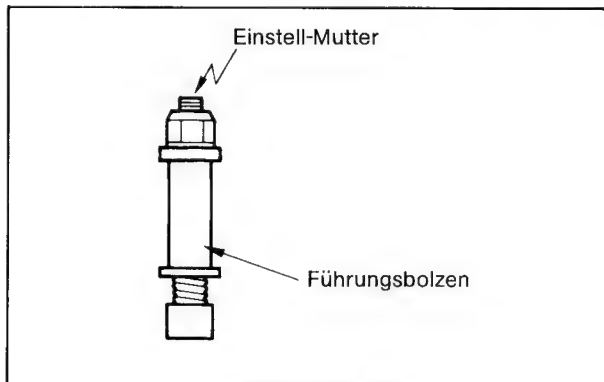

Bild 2-28
2. Mit einem Steckschlüssel die Höhe des Führungsbolzens einstellen, bis das Band glatt läuft (Bild 2-28 und 2-26).